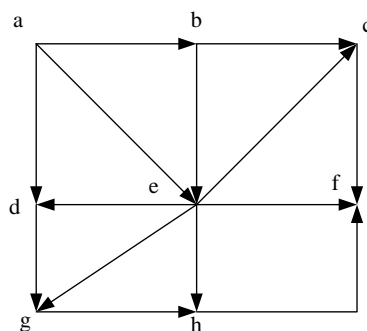

Рис. 3
3. Для направленного графа электрической сети, показанного на рис.3, выделить дерево и хорды, пронумеровать ветви, составить матрицы \mathbf{M} , \mathbf{N} , $\dot{\mathbf{Y}}_y$ (последняя – в общем виде).